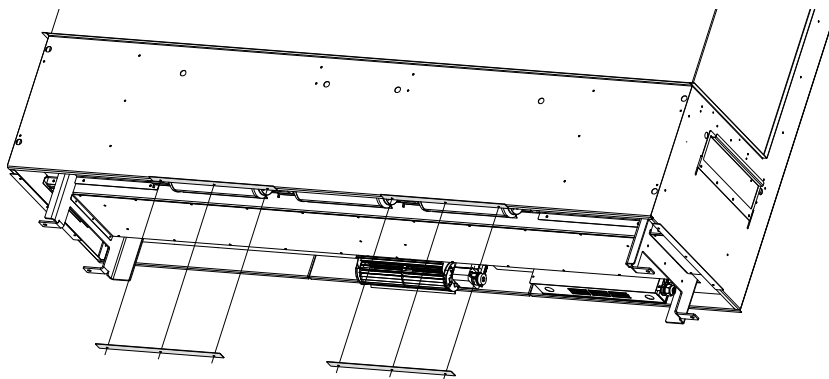

Figure 1.11 - Retrait des brides de finition
- Si vous désirez avoir l'ouverture de prise d'air au plancher, voyez la Figure 1.9, la Figure 1.11 et la Figure 1.12, et suivez les directives à la page suivante.
Exigence n° 1 - Le foyer est fourni avec deux brides de finition préinstallées au bas du foyer, pour l'ouverture de prise d'air. Puisque vous déplacez l'ouverture de prise d'air à une position plus basse que le foyer, vous devrez retirer ces deux brides de finition au bas du foyer. Chaque bride est retenue par (2) vis à métal. Une fois ces brides retirées, vous pouvez les jeter. Voir la Figure 1.11.
Vous avez une option pour dissimuler visuellement la prise d'air, en installant une extension d'âtre en saillie (flottante) au-dessus de l'ouverture de prise d'air. Tout dépendant de la hauteur désirée de votre foyer, la plateforme peut faire élever l'ouverture de prise d'air plus haut que vous le voudriez. Suivez les directives de la Section 1.7 (spécifiquement, les Figures 1.11 et 1.12) pour une prise d'air surélevée du plancher, afin de respecter les exigences de cette section.